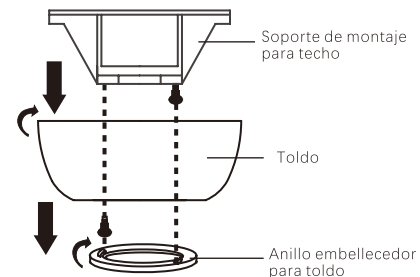

Imagen 5
Paso 1. Quite el anillo embellecedor del toldo al girarlo en sentido antihorario. (Imagen 5)
Paso 2. Quite el soporte de montaje para techo del toldo al quitar y guardar uno de los dos tornillos. Afloje el tornillo restante a la mitad. (Imagen 5)